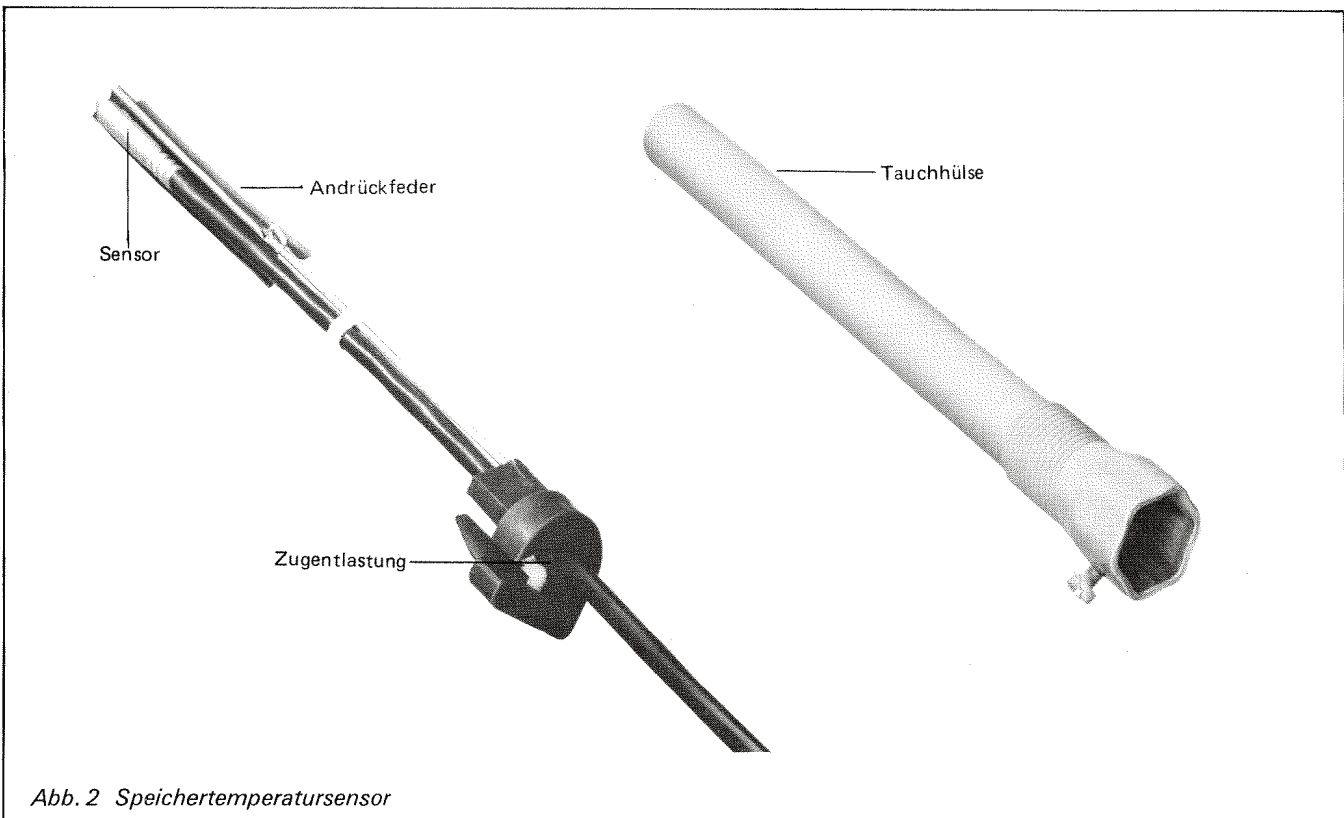

Abb. 2 Speichertemperatursensor
Bei Anlagen ohne Warmwasserbereitung darf der mitgelieferte Speichertemperatursensor (Abb. 2) **nicht** an den Steckverbinder **5** am Kabel der Regelung angeschlossen werden.
3. Sensor entsprechend der Abb. 2 mit der Sensorbefestigung verbinden. Dabei ist zu beachten: